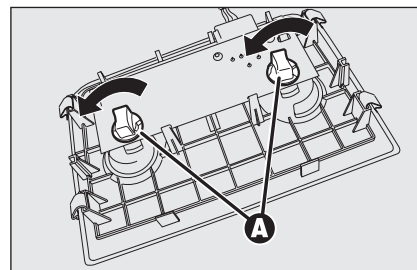

fig. 43
- ☐ gire hacia la izquierda los dos portalámparas **A-fig. 43**, saque las lámparas y sustitúyalas.